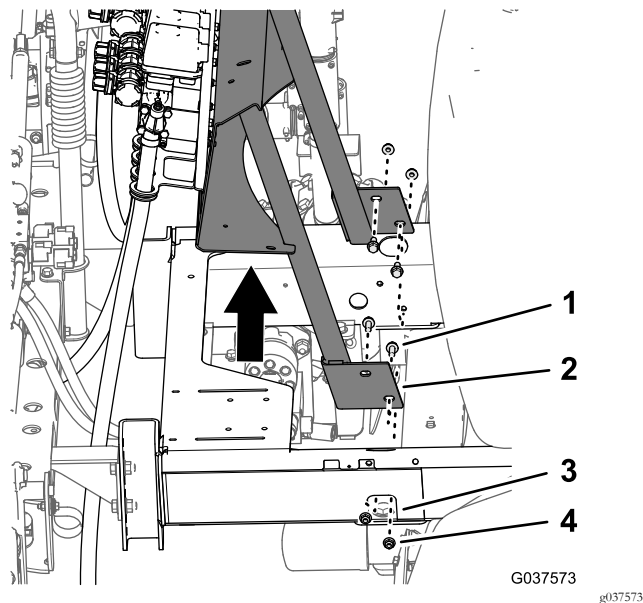

Figura 45
2. Mentre sostenete il supporto delle valvole, rimuovete i 4 bulloni a testa flangiata (3/8 x 1 poll.) e 4 dadi di bloccaggio flangiati (3/8 poll.) che fissano il supporto delle valvole al telaio della macchina (Figura 45).
3. Rimuovete il supporto delle valvole, le valvole e i flessibili di sezione delle barre dalla macchina (Figura 45).